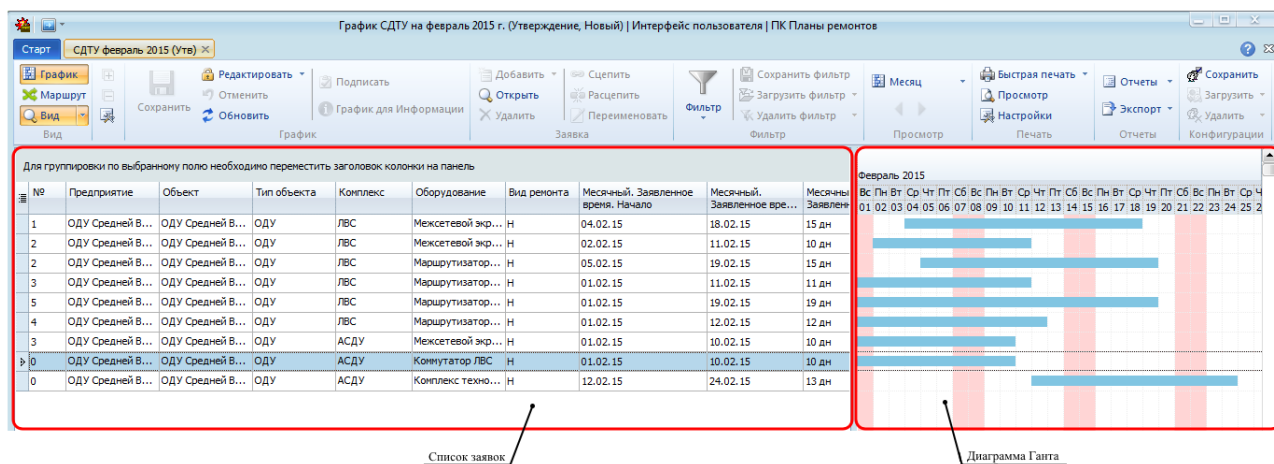

Рисунок 10.31 – Режим просмотра графика «Основной»
- **«Основной»**. Данный режим является основным при работе с графиком. График представлен в виде списка заявок (далее – таблица) и диаграммы Ганта (далее – диаграмма). Включение режима осуществляется по нажатию кнопки « Вид» (Рисунок 10.31).